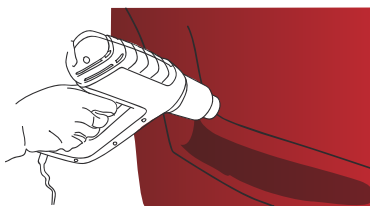

Figure 14
- › Le travail étant terminé, réchauffer toutes les parties creuses qui ont subi une forte déformation à 80 °C – 90 °C pour thermoformer le produit définitivement.(FIG. 14)